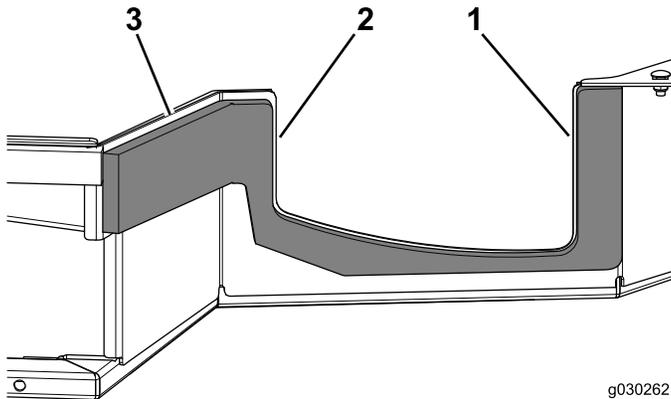

Bild 15
6. Verwenden Sie für das Platzieren der Dichtungen die in Bild 15 angegebenen Werte.